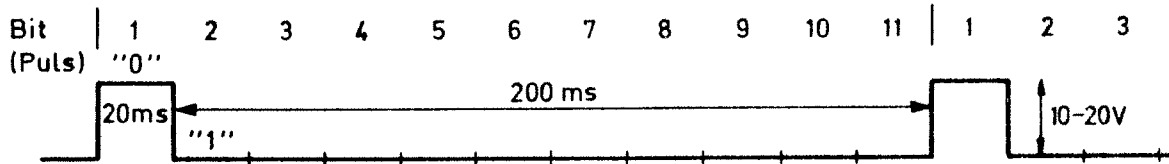

Bild 3
3.9.2.2 Kontrollera att synkroniseringspulser går ut enligt bild 3.